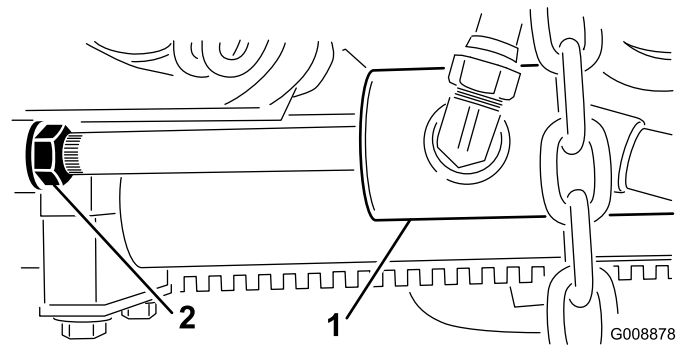

Figura 8
- B. Afloje la contratuerca del cilindro (Figura 8).